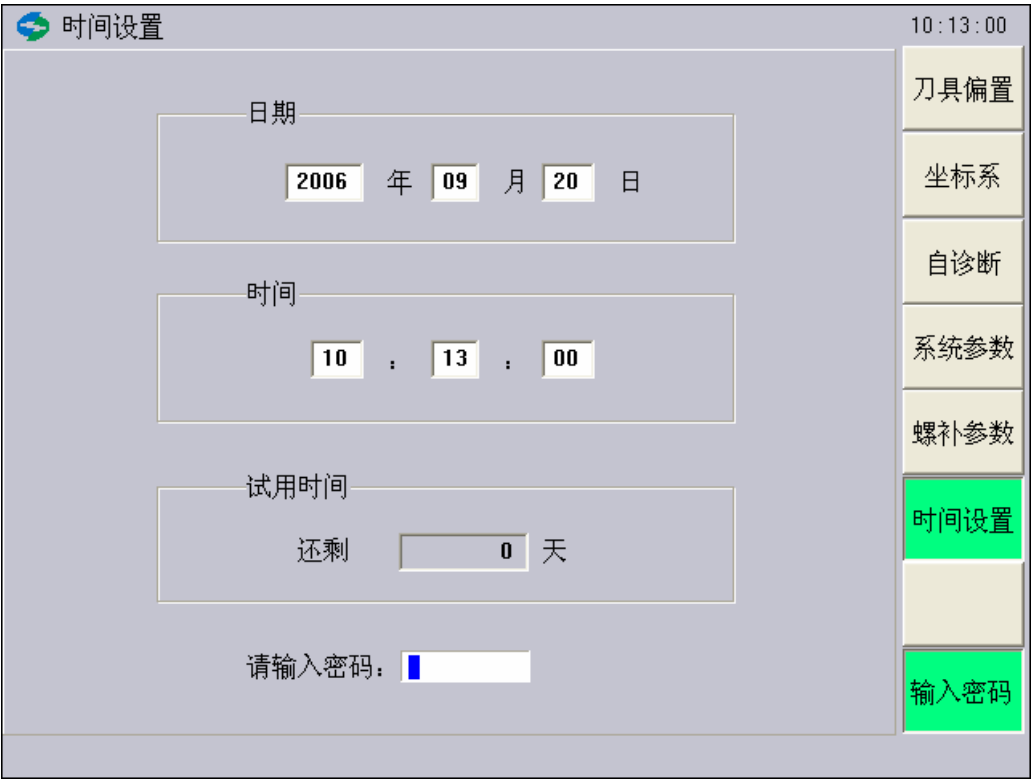

图 2.22 密码输入
- 1) 按 **输入密码** 功能键，此时出现密码输入框（如图 2.22）。